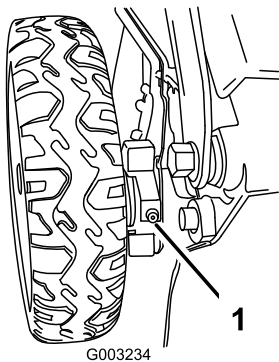

Figura 37
- Con un cencio pulito tergete i raccordi d'ingrassaggio, situati appena all'interno delle ruote posteriori (Figura 37).